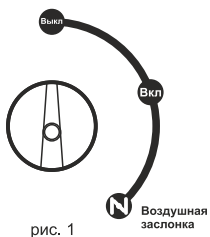

рис. 1
4. Убедитесь, что тумблер на панели управления установлен в положение «Выкл» (рис. 1).